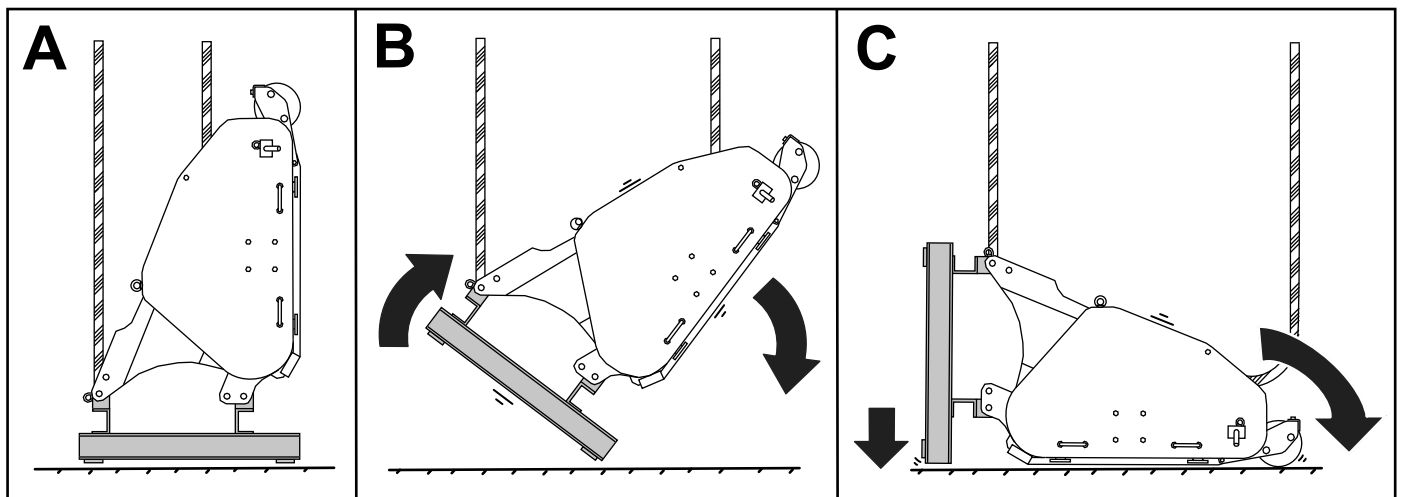

Figura 3
3. Baje el apero suavemente y de manera controlada hasta que esté en el suelo, como se muestra en la Figura 3.